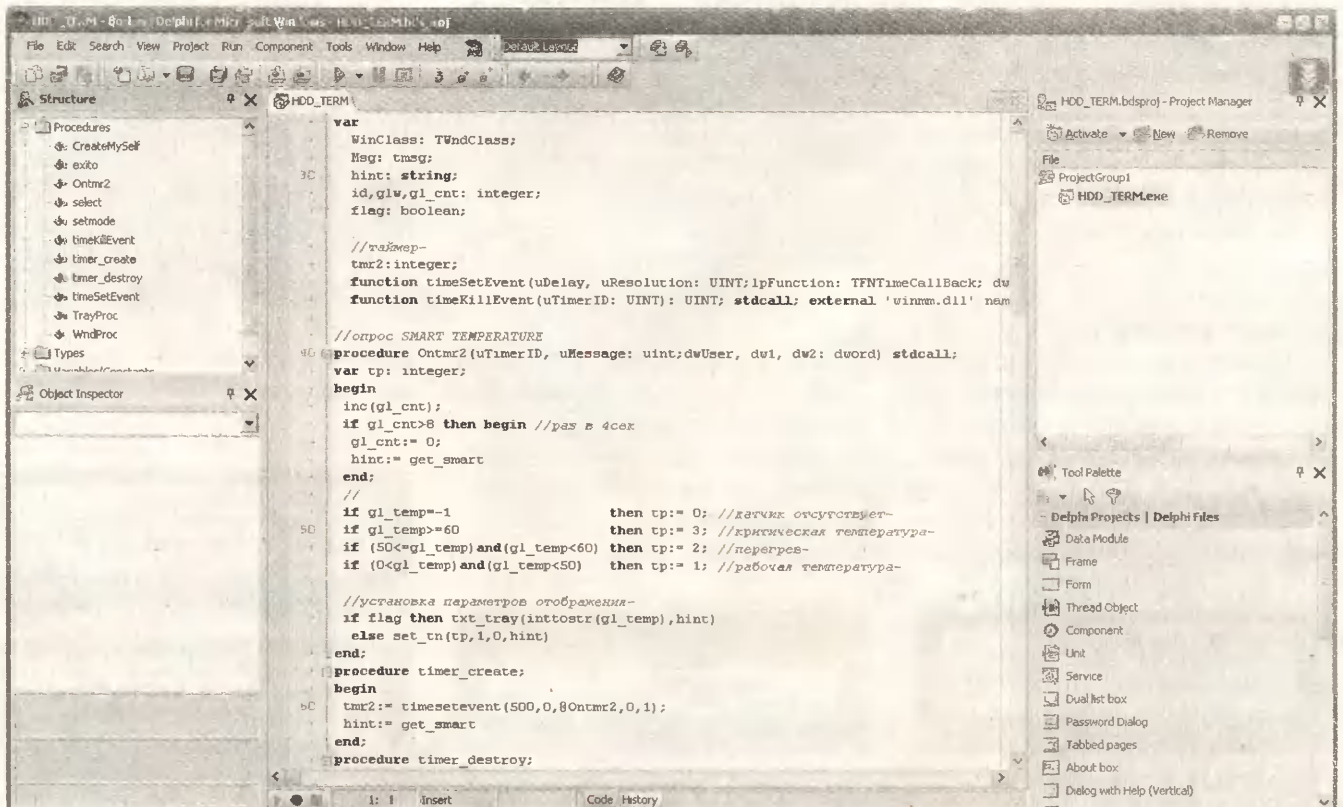

Рис. 4. Бесплатный IDE Delphi 10.Lite. Загруженный проект
- или новая бесплатная альтернатива от Borland – Delphi 10.Lite [2] (см. рис.4).